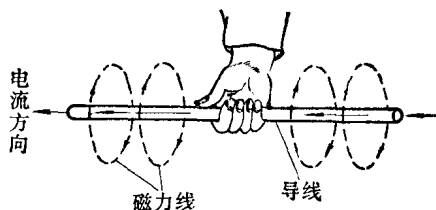

图 9
电流的方向和磁力线的方向有一定关系，如图 9 所示，用有
① 利用辅助电动机帮助起动，使其达到接近同步，然后脱离辅助电动机，转子通直流电，被旋转磁场吸引住，跟着同步运转。
② 在同步电动机转子磁极上附加一个起动绕组，类似异
① 见图9。